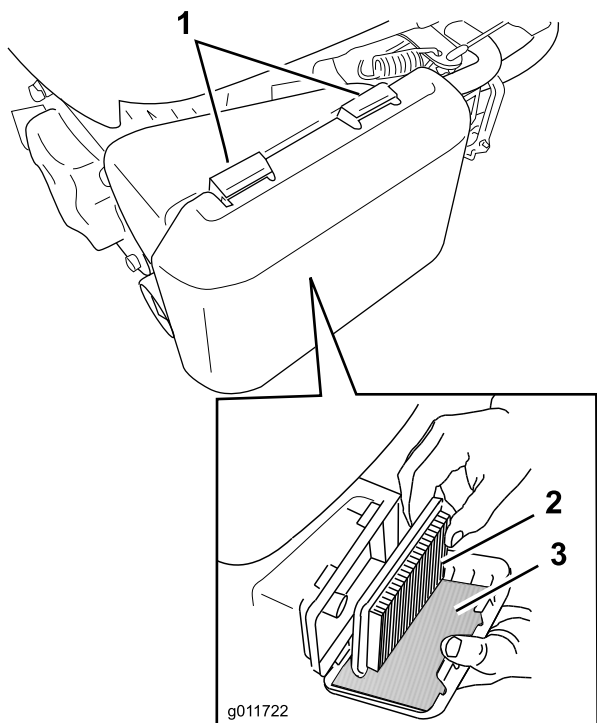

Figura 22
1. Premete sulle linguette di chiusura sul coperchio del filtro dell'aria (Figura 22).
3. Estraiete il filtro aria di carta e il prefiltro in schiuma sintetica (Figura 22).